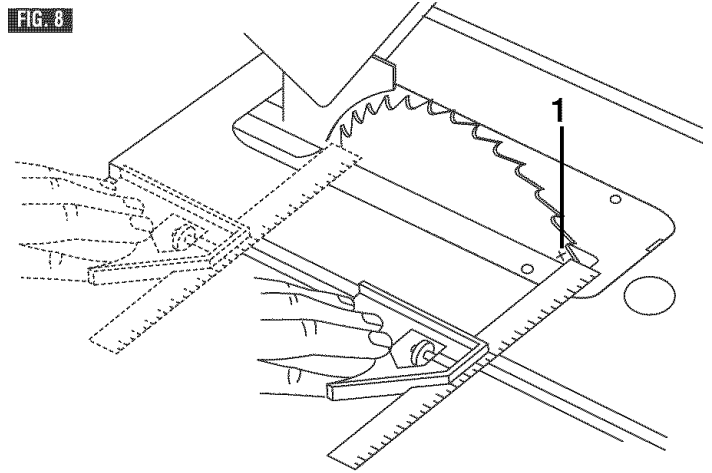

FIG. 9 FRONT OF TABLE
5. If the front and back measurements, shown in Figure 8, are not identical, loosen the four alignment bolts 2, located on the underside of the table at the front and rear of the saw with hex wrench supplied with your saw (Fig. 9 & 10). Carefully move the saw blade until the blade is parallel to the miter gauge slot, and securely tighten all four bolts.
5. Si les mesures prises à l'avant et à l'arrière (voir figure 8) ne sont pas identiques, desserrez les 4 boulons d'alignement **2** qui se situent sous la table à l'avant et à l'arrière de la scie. Utilisez la clé hexagonale fournie avec votre scie (Fig. 9 et 10). Déplacez la lame avec précaution jusqu'à ce qu'elle soit parallèle à la rainure du guide de coupe angulaire. Resserrez alors fermement les quatre boulons.
5. Si las medidas delantera y trasera, que se muestran en la Figura 8, no son idénticas, afloje los cuatro pernos de alineación **2**, ubicados en el lado inferior de la mesa, en la parte delantera y trasera de la sierra, con la llave hexagonal suministrada con la sierra (Fig. 9 y 10). Mueva cuidadosamente la hoja de sierra hasta que esté paralela a la ranura del calibre de ingletes y apriete firmemente los cuatro pernos.